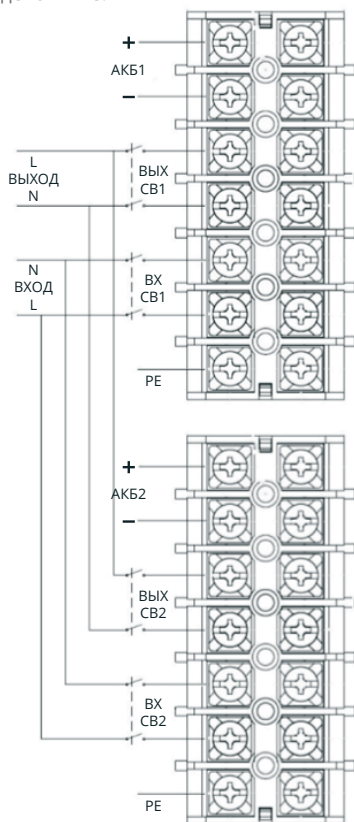
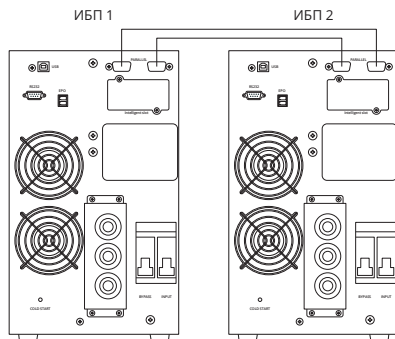

Рис. 2-2: Схема параллельного подключения
Рис. 2-3: 2 параллельных ИБП
- В соответствии со схемой подключения ИБП в параллель (рис. 2-2) необходимо установить автоматические выключатели для каждого ИБП (номиналом, соответствующим их мощности и требованиям настоящего руководства). Общие автоматические выключатели входа и выхода всей параллельной системы должны быть выбраны исходя из суммарной мощности установленных в параллель ИБП и требований местных стандартов.
Если параллельно подключены 2 ИБП, подключите коммуникационные кабели, как показано на Рис. 2-3.
Убедитесь, что кабели питания и коммуникационные кабели подключены правильно, как показано на Рис. 2-2, Рис. 2-3, Рис 2-4 и все необходимые настройки выполнены: